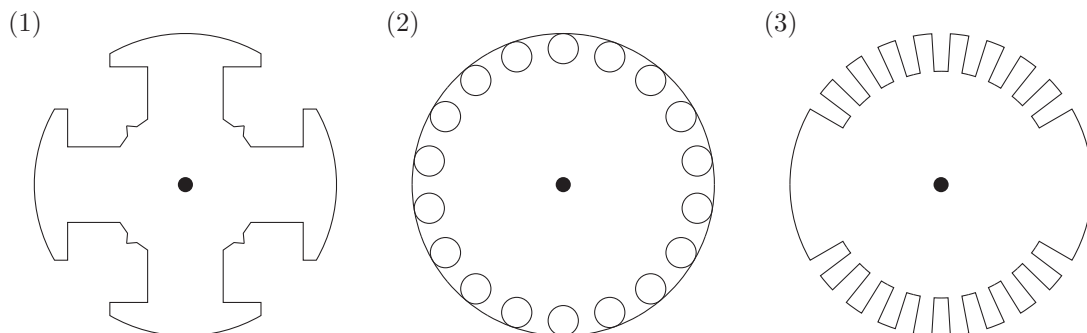

Abbildung 10: Unterschiedliche Rotorbauformen zu Teilaufgabe 5 b)
5 b) Die Darstellungen in Abbildung 10 (1), (2) und (3) sind Prinzipskizzen des Rotorblechschnitts von drei Rotoren elektrischer Drehfeldmaschinen. Geben Sie jeweils die Bezeichnung der Rotorbauform an. In welcher Art elektrischer Maschinen kommen diese Bauformen typischerweise zur Anwendung? Nennen Sie jeweils ein Beispiel für welche Antriebsaufgaben diese Maschinen eingesetzt werden.